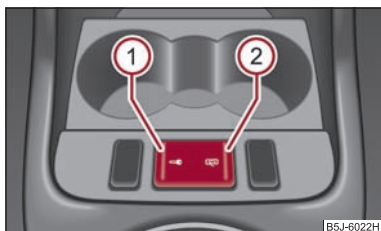

Fig. 26 Tasta închiderii centralizate
- Apăsați tasta ① ⇒ fig. 26. Simbolul  din tastă se aprinde.
- Apăsați tasta ② ⇒ fig. 26. Simbolul  din tastă se stinge.